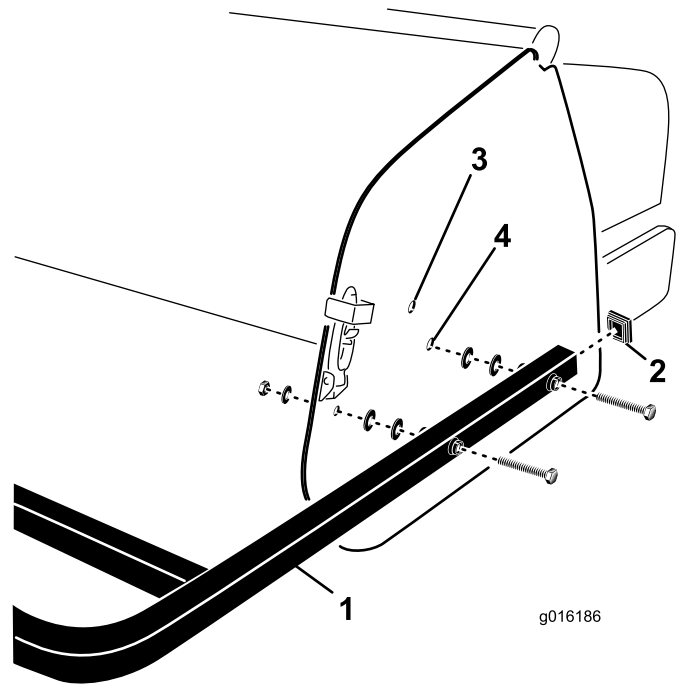

Figura 31
1. Insira os tampões nas extremidades dos tubos da proteção traseira (Figura 31).
2. Alinhe os orifícios com os tubos de montagem da proteção traseira com os furos nas placas laterais do arejador (Figura 31).
3. Prenda os tubos de montagem da proteção nas placas laterais com 4 parafusos, anilhas planas e porcas (Figura 31).